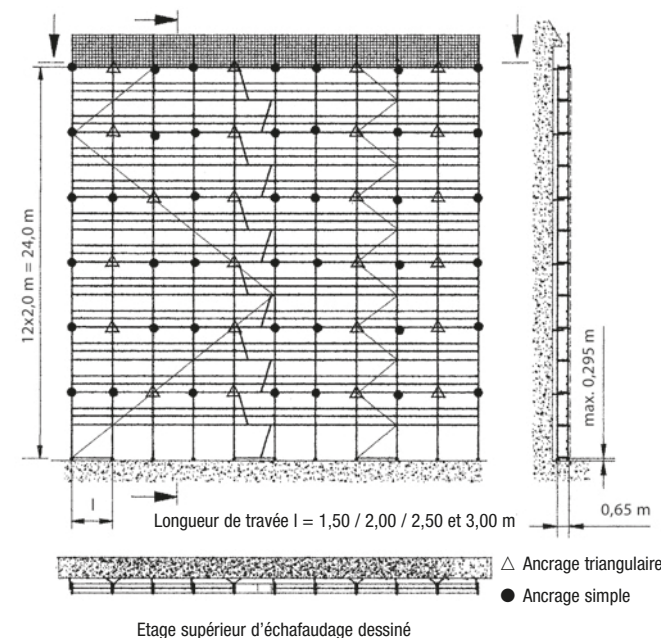

Figure 30
- Montage ultérieur comme représenté à la figure 30 (y compris filets)